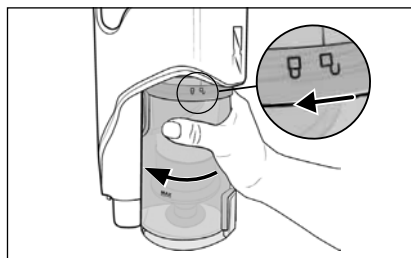

Fig. 19
- 2) Per rimuovere il contenitore della polvere **7** dall'apparecchio, ruotarlo in direzione del simbolo  (aprire), fino a quando non sarà possibile staccarlo dall'apparecchio (vedere fig. 19).